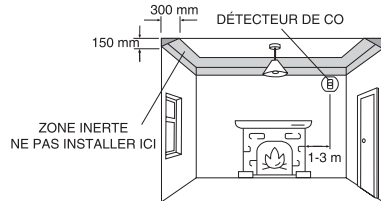

Figure 1: Installation dans une pièce avec chauffage brûlant du combustible
1. Installation d'un détecteur de CO dans une pièce contenant un appareil de chauffage brûlant du combustible (voir Figure 1) :